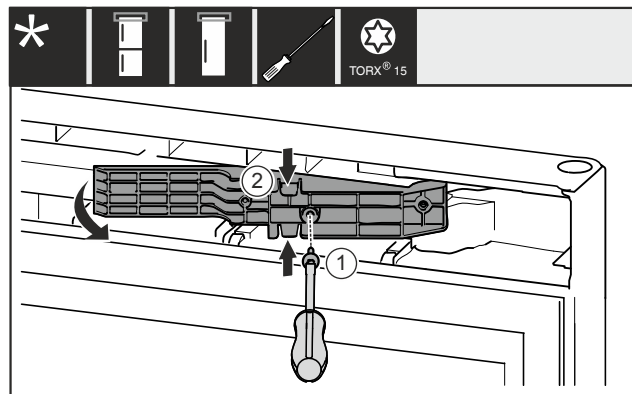

Fig. 12 *
- Rimuovere la vite Fig. 12 (1)*
- Comprimere leggermente l'adattatore Fig. 12 (2) in alto e in basso ed estrarlo.*